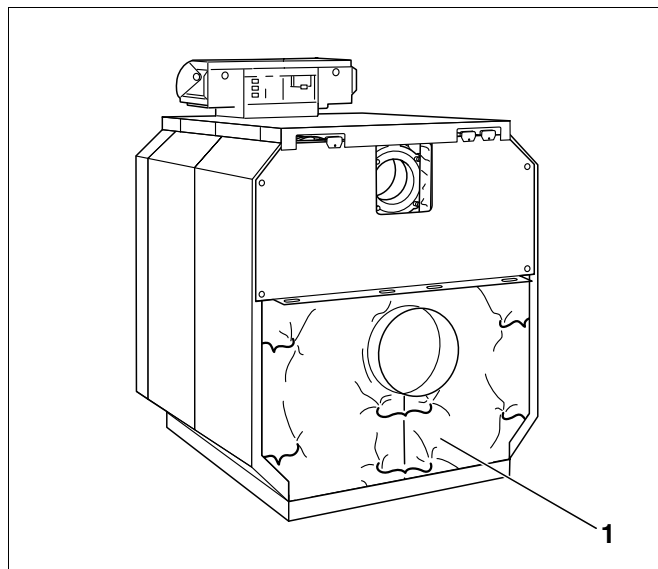

Рис. 76 Скрепление теплоизоляции на задней стенке
- Отгнуть вниз теплоизоляцию на задней стенке и скрепить ее пружиной под патрубком дымовых газов (рис. 76, поз. 1).